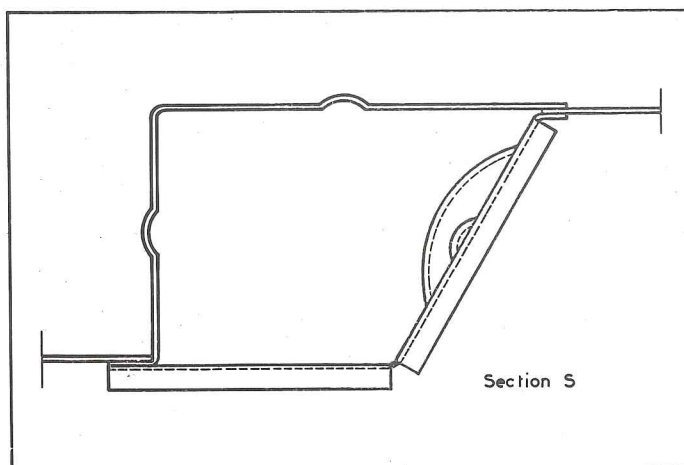

Fig. 4
5. Mettre l'élément en place (voir fig. 4).